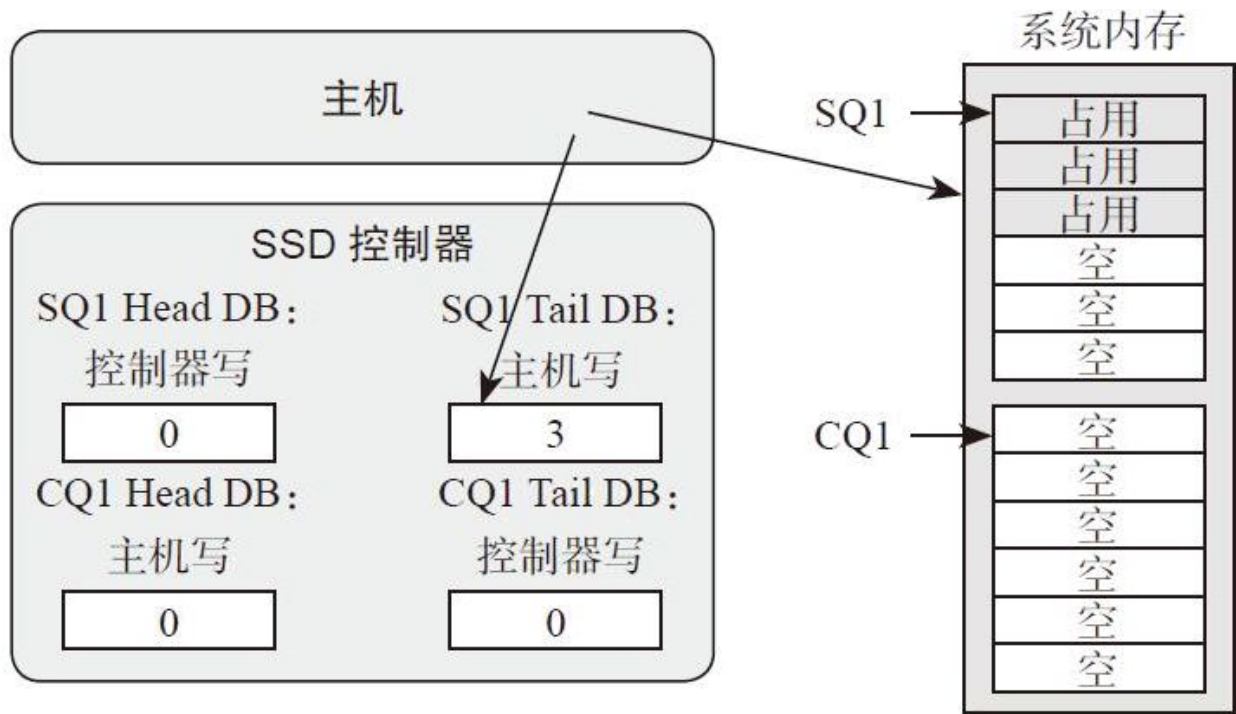

图6-15 主机往SQ中写入三个命令
- 2) 这个时候，主机往SQ1中写入了三个命令，SQ1的Tail则变成3。主机往SQ1写入三个命令后，然后漂洋过海去更新SSD控制器端的SQ1Tail DB寄存器，值为3。主机更新这个寄存器的同时，也是在告诉SSD控制器：有新命令了，帮忙去我那里取一下，如图6-15所示。